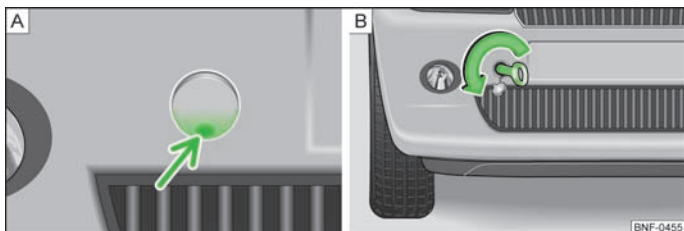

Fig. 116 Pára-choques dianteiro: capa / montagem do anel de reboque
- Pressione a zona inferior da tampa de protecção (seta) » Fig. 116 - **A** para soltar o engate da tampa de protecção.
- Enrosque o anel de reboque à mão, no sentido da seta, até ao batente » Fig. 116 - **B**. Para o aperto, recomendamos que utilize, p. ex., a chave de rodas, o anel de reboque de outro veículo ou um objecto semelhante, que possa passar pelo anel.